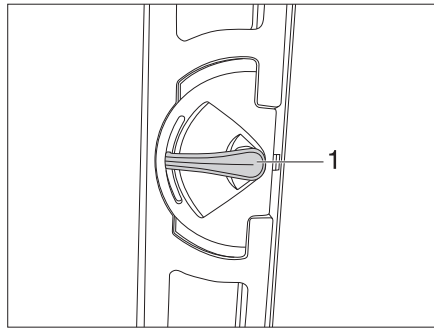

Fig. 20 Serrure de la porte cellule, à l'intérieur, ouverte
- Appuyer sur la poignée de la porte (Fig. 20,1) vers le bas.